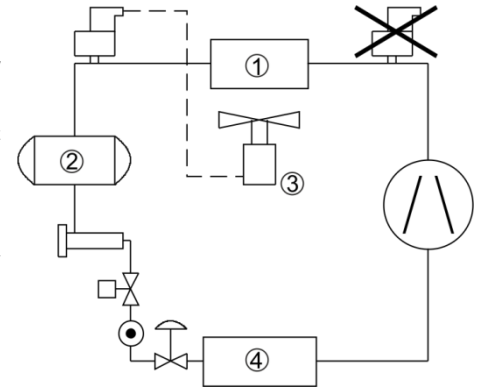

Fig. 4
#### Connessione filettata: (ver Fig. 4)
- La connessione 7/16"-20UNF femmina richiede anello di tenuta di rame. (① Fig. 4)